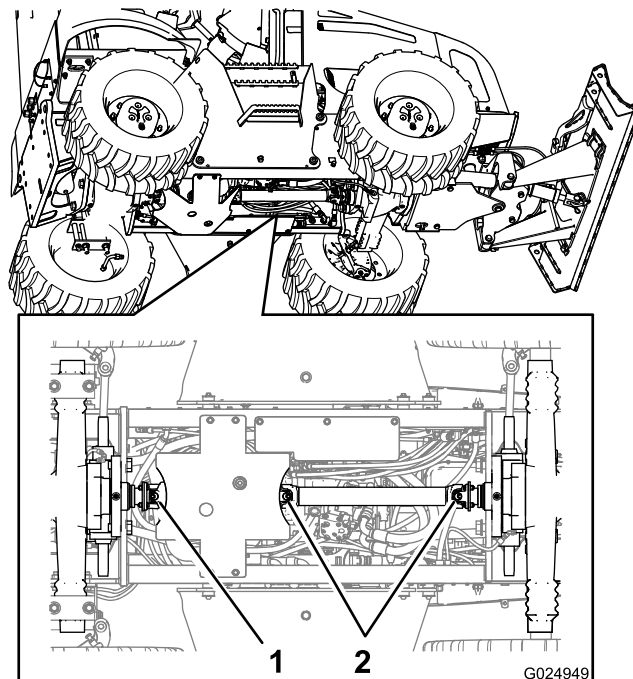

Figura 62
2. Collegate l'ingrassatore a pressione sul raccordo di ingrassaggio per il giunto scorrevole all'estremità anteriore dell'albero di trasmissione e applicate 2 o 3 pompaggi di grasso al raccordo (Figura 62).
3. Collegate l'ingrassatore a pressione sul raccordo di ingrassaggio per il giunto universale all'estremità anteriore dell'albero di trasmissione e applicate 2 o 3 pompaggi di grasso al raccordo (Figura 62).
4. Collegate l'ingrassatore a pressione sul raccordo di ingrassaggio per il giunto universale all'estremità posteriore dell'albero di trasmissione e applicate 2 o 3 pompaggi di grasso al raccordo (Figura 62).